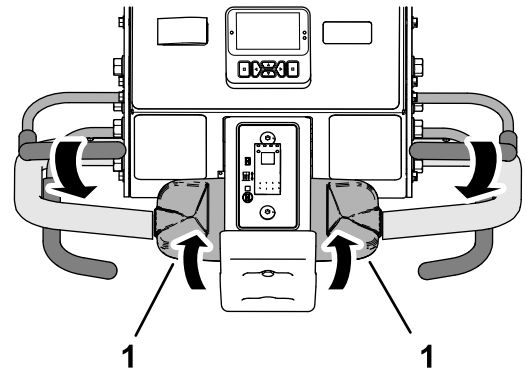

图 90
3. 抓住手把的操作员到位把手向后缓慢旋转牵引控制装置的顶部图 90。